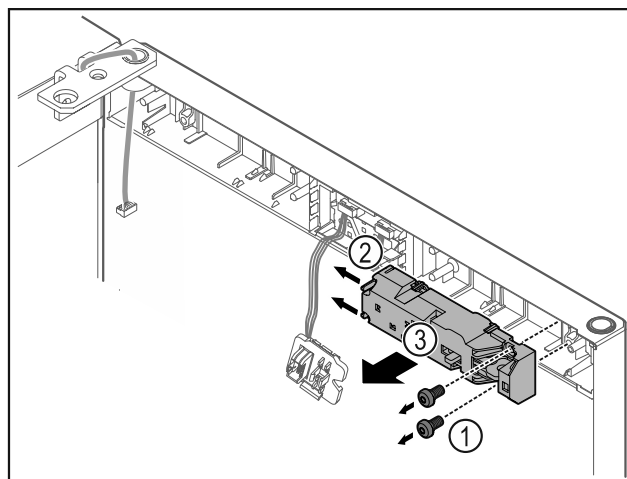

Fig. 18
- Rimuovere le viti Fig. 18 (1).
- Spingere di lato i naselli di arresto Fig. 18 (2) e rimuovere la serratura a distanza Fig. 18 (3).